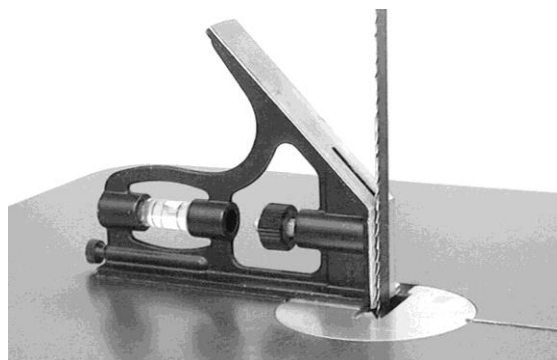
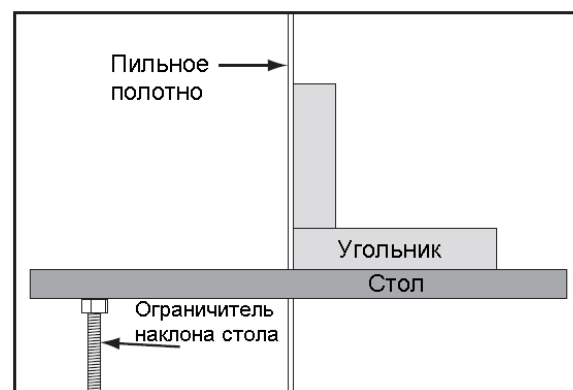

Рисунок 14
Рисунок 14-1
3. Приложите угольник к столу и пильному полотну (рисунок 14, рисунок 14-1), чтобы проверить, находится ли стол под углом 90 градусов к полотну.